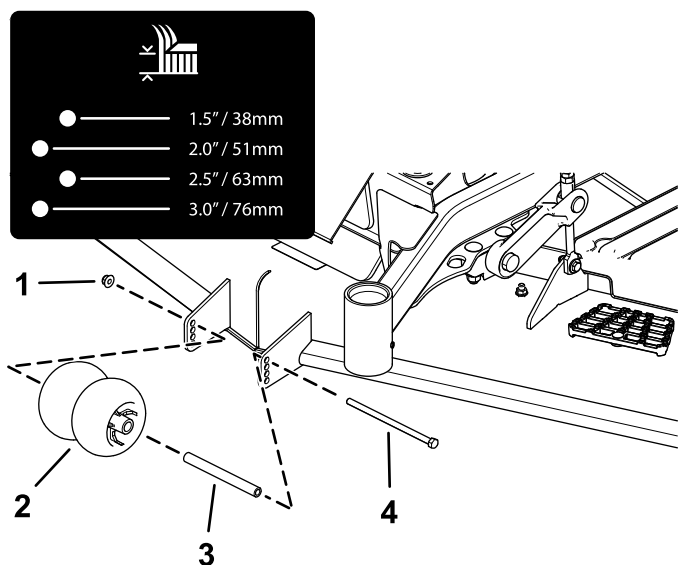
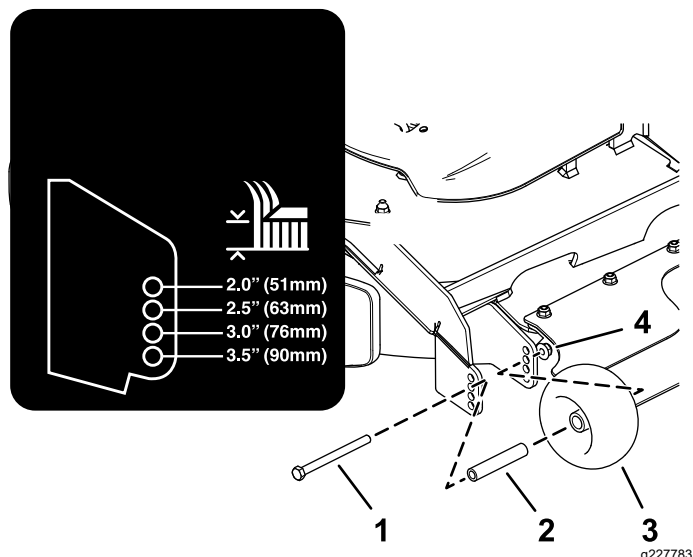

図 26
図 27
4. 図 26および図 27に示すように、アンチスカルプローラーを調整する。